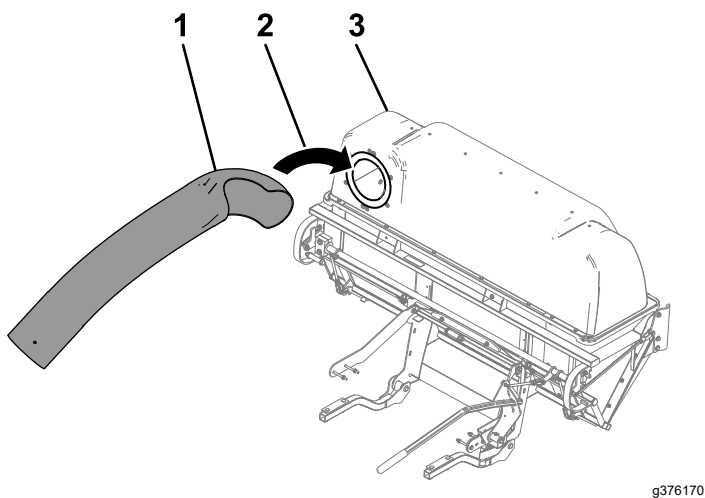

Figura 38
4. Instale el tubo superior en el hueco del ensacador y vuelva a retirarlo de manera que sobresalga el sello de goma (Figura 38).